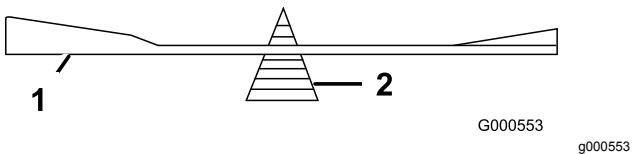

Figure 58
2. Vérifiez l'équilibre de la lame en la plaçant sur un équilibrage (Figure 58).